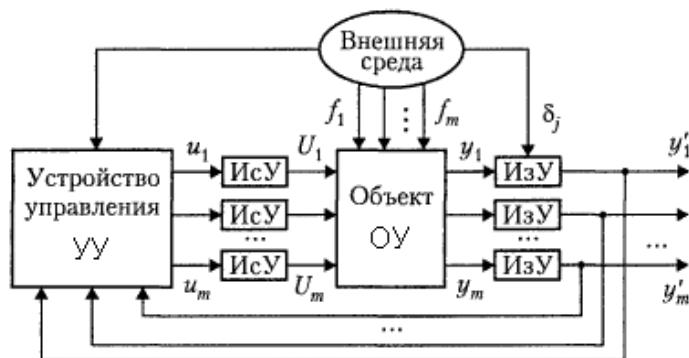

Рис. 3. Система автоматического управления
**Система автоматического управления** содержит следующие компоненты, обеспечивающие ее функционирование (рис.3): объект управления ОУ (управляемый процесс); исполнительные устройства ИсУ; измерительные устройства ИзУ; устройство управления УУ.